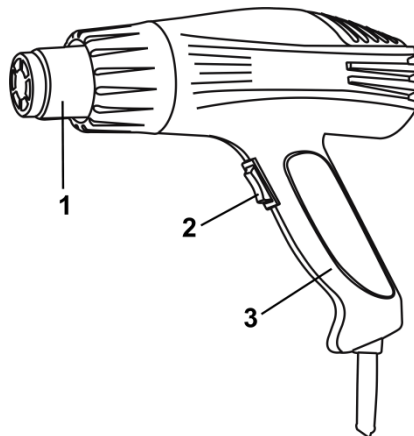

Рисунок 1
2.2.1 Конструкція виробу вміщена в корпус з термостійкого пластику і складається з наступних основних частин: нагрівального блоку в складі нагрівального елементу спірального типу в термоізолюючому кожусі з вихідним сталевим соплом нагрітого повітря (1); компресорного блоку у складі колекторного двигуна змінного струму з відцентровим повітряним компресором; перемикача/вимикача температурних режимів (2) – згідно рис.1. Корпус обладнаний рукояткою (3) з торцевою опорою для міжопераційного зберігання або роботи соплом уверх. Електрична частина виробу складається з колекторного однофазного електродвигуна змінного струму, перемикача електричного струму, електронного блоку управління з регулятором температури, з'єднувальних проводів і мережевого шнура. Захист від ураження електричним струмом користувача у виробі відповідає класу II за ДСТУ EN 61140:2015.